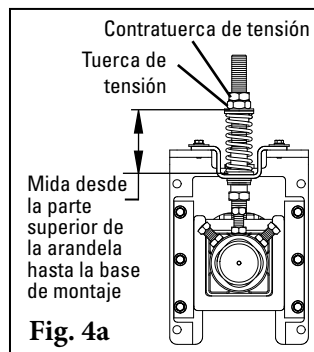
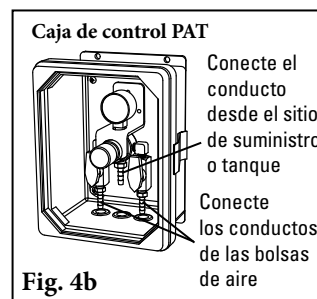
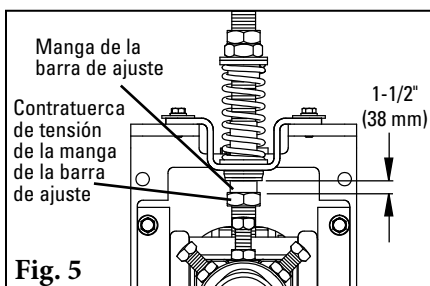

Fig. 4a
Fig. 4b
Fig. 5
4a. **Tensor de resorte:** Afloje las contratuercas de tensión inferiores en ambos lados. Gire las tuercas de tensión hasta que haya alcanzado la compresión correcta del resorte (Fig. 4a). La compresión del resorte es determinada por la longitud del resorte. Consulte la tabla a continuación para conocer la longitud correcta del resorte para su ancho de banda.
4b. **Tensor de aire:** Con las piezas que se suministran, sujete un conducto a cada bolsa de aire y coloque los conductos en el lado de la salida de la caja de control (Fig. 4b).
5. **Coloque la manga de la barra de ajuste.** Después de ajustar la tensión de la hoja, atornille la manga de la barra de ajuste en el buje UHMW hasta que 1-1/2" (38mm) queden expuestos (Fig. 5). Apriete la contratuercas de la manga de la barra de ajuste.
5. **Reensamble el tensor SAT XD.** Retire los tres tornillos de la placa de soporte de bolsa de aire (Fig. 4a). Gire el accesorio roscado hacia la placa de soporte. Gire también parte del accesorio roscado en el orificio en el montaje del eje (Fig. 4b). Asegúrese de que todavía se vea 1/4" (6 mm) del accesorio roscado, luego gire la bolsa de aire en el accesorio roscado y apriete (Fig. 5).